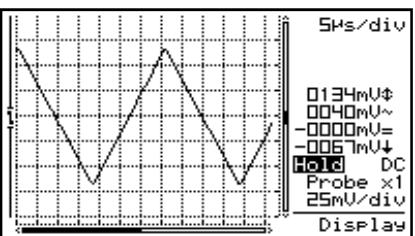

Fig 15
- A **full grid** divides the screen into reference lines. (Fig. 15)
- **Volledig raster:** verdeelt het scherm in referentiellijnen. (**Fig. 15**)
- **Une grille en trait plein** divise l'écran en lignes de référence. (**Fig. 15**)
- **Voller Raster :** verteilt den Schirm in Bezugslinien. (**Abb. 15**)